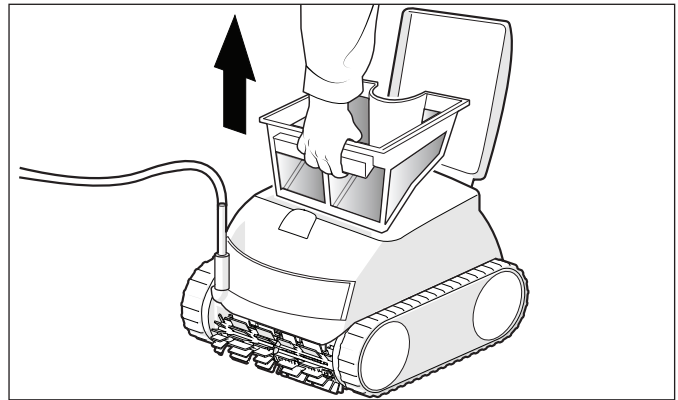

Figure 12. Retirer le panier filtrant
- Séparez le panier filtrant du support (Figure 12).